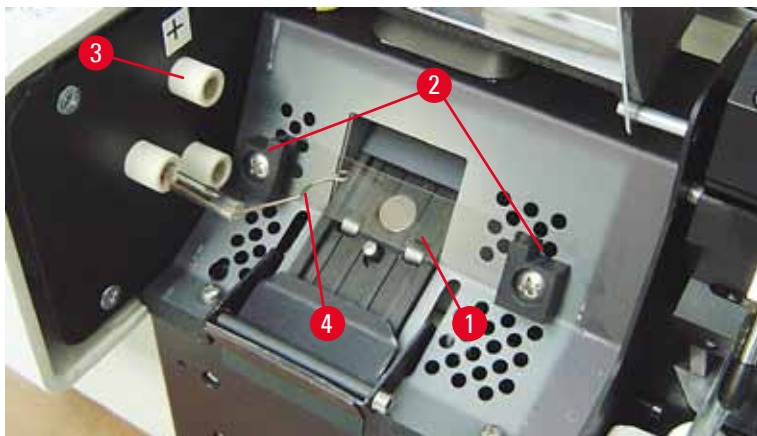

Fig. 17
5. Kontrollera att kontaktfjädern (→ "Fig. 16-2") lossar från lampans tändtråd (→ "Fig. 17-4") (Se även (→ "Fig. 17") och (→ "Fig. 18-1"))).